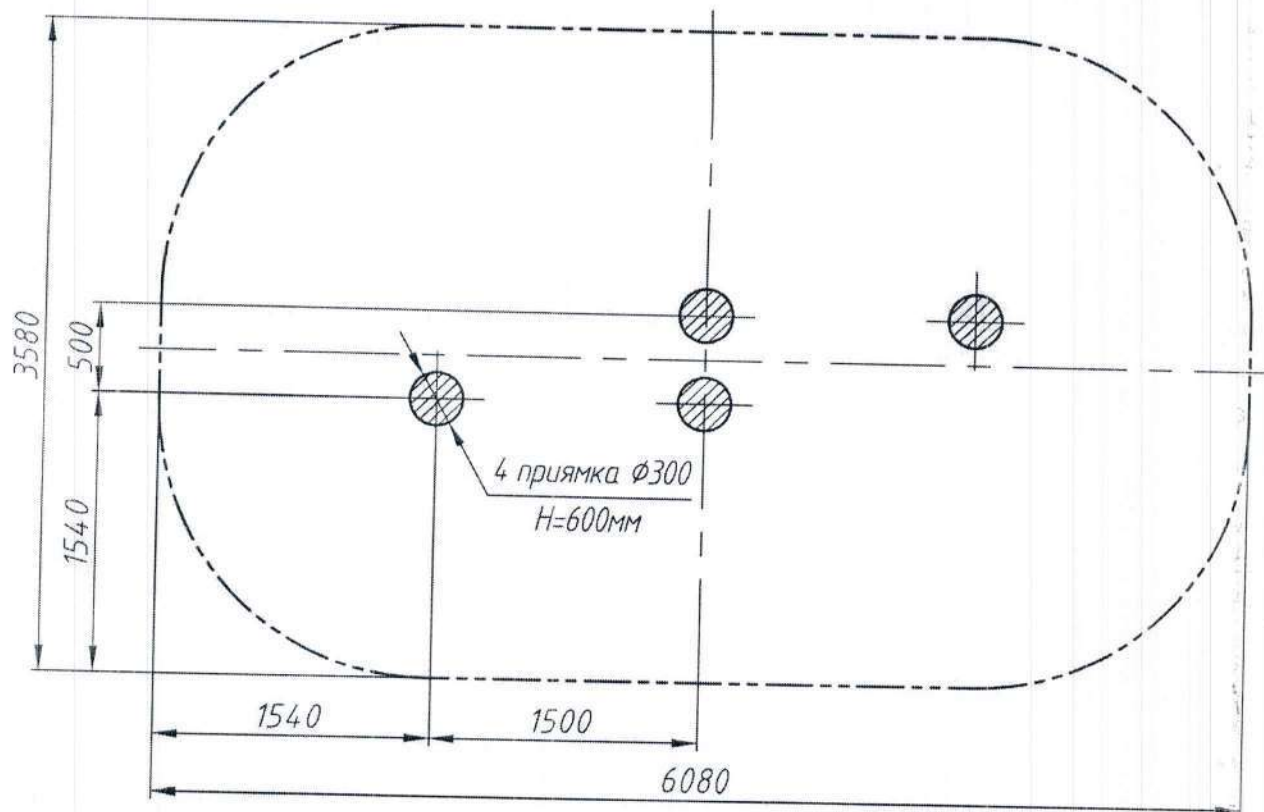

Рис.3 План фундамента Шведской стенки двойной РТР 729С
12.6. Монтаж заключается в сборке составных узлов Шведской стенки с последующим бетонированием столбов в заранее подготовленные прямки. Фундаментные прямки выполняются в соответствии с планом фундамента (рис. 3).